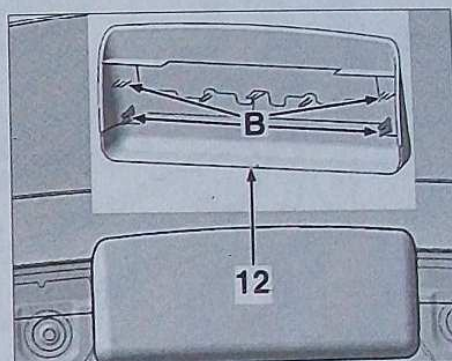

FIG. 89
Décliper le cache (12) en B (Fig.89).